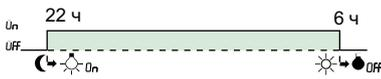

Рис. 1
- По окончании конфигурирования IC Astro рассчитывает время восхода и захода солнца и предлагает программу, которую он будет использовать по умолчанию (включение нагрузки от заката до восхода), см. рис. 1.